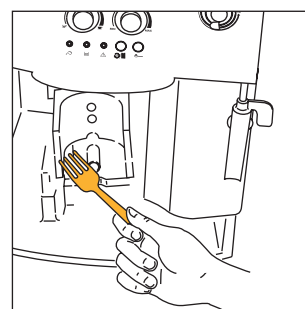

Рис. 30
- тщательно очистите внутреннюю часть кофеварки. Для того, чтобы удалить кофе, прилипший к внутренней части, соскоблите его вилкой, рис. 30, а затем при помощи пылесоса удалите всю грязь, рис. 31.